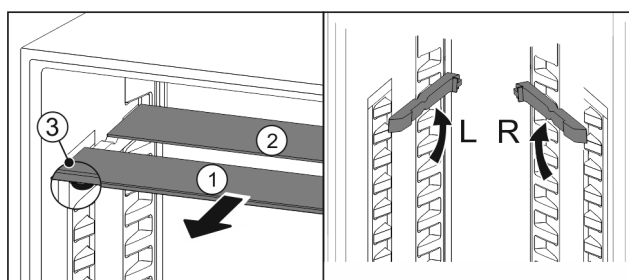

Fig. 83
- Retire las planchas de cristal individualmente hacia delante Fig. 83 (1).
- ▷ La placa de vidrio Fig. 83 (1) con moldura está situada delante.
- ▷ Los topes Fig. 83 (3) miran hacia abajo.